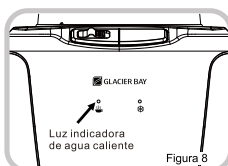

Figura 8
6. Encienda el interruptor de agua caliente (rojo) para activar la función de calentamiento. El indicador de agua caliente (rojo) se iluminará. (Figura 8)